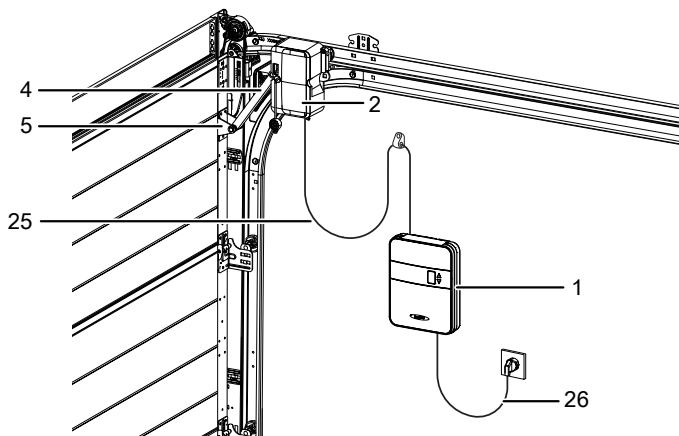

Fig. 1: Panoramica prodotto - Costruito
Per le porte di garage con porta di accesso pedonale, è necessario installare un contatto della porta di accesso pedonale (accessorio) e collegarlo alla testa del motore (2) (fig. 12a). Allentare le viti del coperchio sulla testa del motore (2) e rimuovere il coperchio (fig. 12b). Con delle tenaglie spezzare la linguetta sul lato dell'alloggiamento della testa del motore (fig. 12c). Posare il cavo di collegamento lungo il braccio di leva (4) e fissarlo con delle fascette serracavi. Far attenzione a lasciare una libertà di movimento sufficiente al cavo (fig. 12d). Collegare il cavo del contatto della porta di accesso pedonale alla morsettiera (fig. 12e). Riposizionare il coperchio sull'alloggiamento e avvitare (fig. 12f). Dopo aver installato il contatto della porta di accesso pedonale nel dispositivo di comando, rimuovere la resistenza 8k2 sul morsetto G. Vedi anche la fig. 1 nel capitolo "Panoramica dello schema di collegamento".